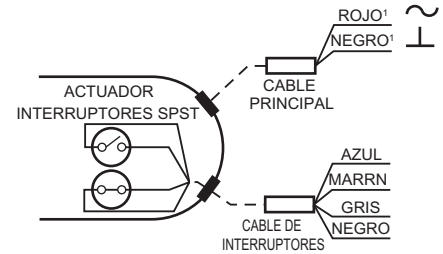

Ilustración 9. Detalles de la instalación del cable.
Algunos modelos incluyen interruptores auxiliares. Para obtener más detalles sobre el cableado vea la Ilustración 9.
2. Conecte el cable de alimentación a alimentación y común. (Véase la Ilustración 9 y la Tabla 3).